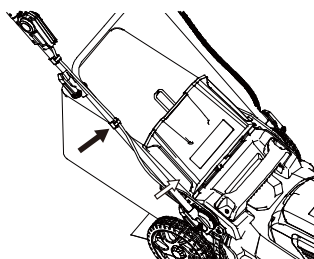

FIG. 3
4. Fixez le cordon de commande avec les deux serre-câbles (fig. 3).